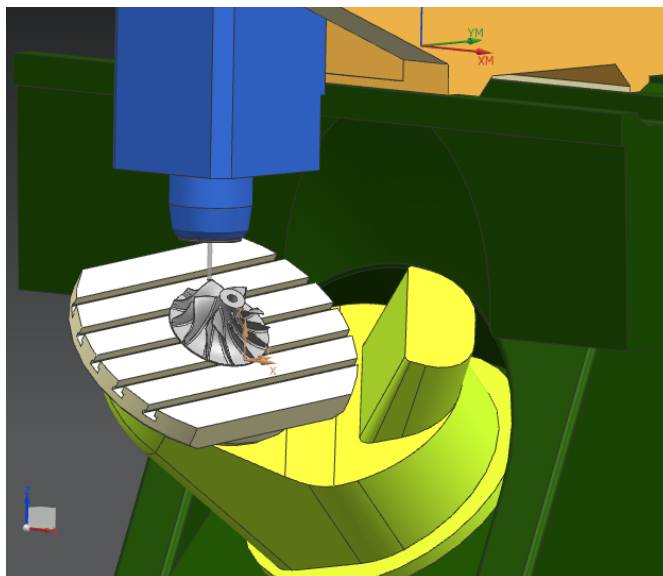

Рисунок 75 Симуляция обработки
8. Результат симуляции представлен на Рисунок 75.